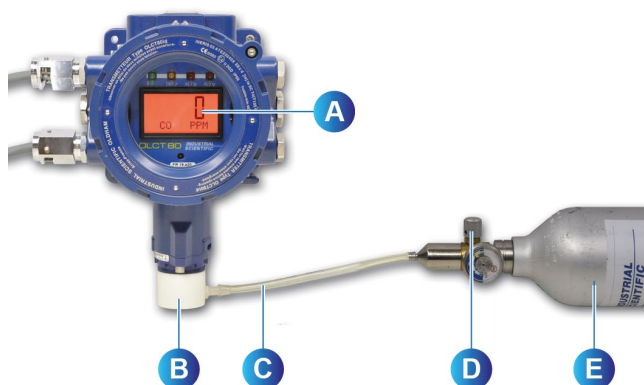

Рис. 59. Проверка нуля.
2. Разместите калибровочный патрубок на головке обнаружения (Рис. 59, поз. В).
3. Подключите калибровочный патрубок к баллону с чистым воздухом (Рис. 59, поз. Е) с помощью гибкой трубки (Рис. 59, поз. С).
4. Откройте кран баллона с чистым воздухом (расход от 30 до 60 л/ч или от 60 до 120 л/ч для версий OLCT IR) (Рис. 59, поз. D).
5. После стабилизации показаний (приблизительно 2 минуты) считайте обозначение с дисплея газоанализатора (Рис. 59, поз. А).
1. После выполнения проверки нуля подключите калибровочный патрубок к баллону с калибровочным газом (Рис. 59, поз. Е) с помощью гибкой трубки (Рис. 59, поз. С).
2. Откройте кран (Рис. 59, поз. D) баллона с калибровочным газом (расход от 30 до 60 л/ч или от 60 до 120 л/ч для версий OLCT IR).
5. Закройте кран (Рис. 59, поз. D) баллона и выньте калибровочный патрубок (Рис. 59, поз. В). Дождитесь возврата сигнала измерения на ноль и выйдите из меню TEST, нажав на клавишу Esc на пульте ДУ IR 20. Процедура проверки нуля и чувствительности к газу завершена. Газоанализатором можно пользоваться.